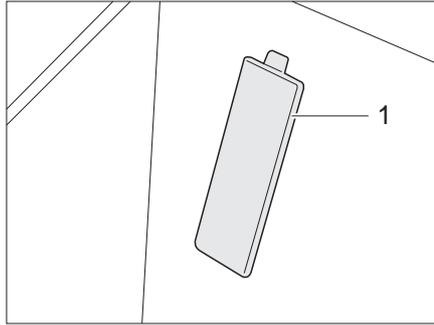

Bild 296 Abdeckung Fahrgestellnummer
- ▷ Die Fahrgestellnummer befindet sich bei Fahrzeugen auf Fiat-Basis hinter einer Abdeckung (Bild 296,1) im Einstieg auf der Beifahrerseite.